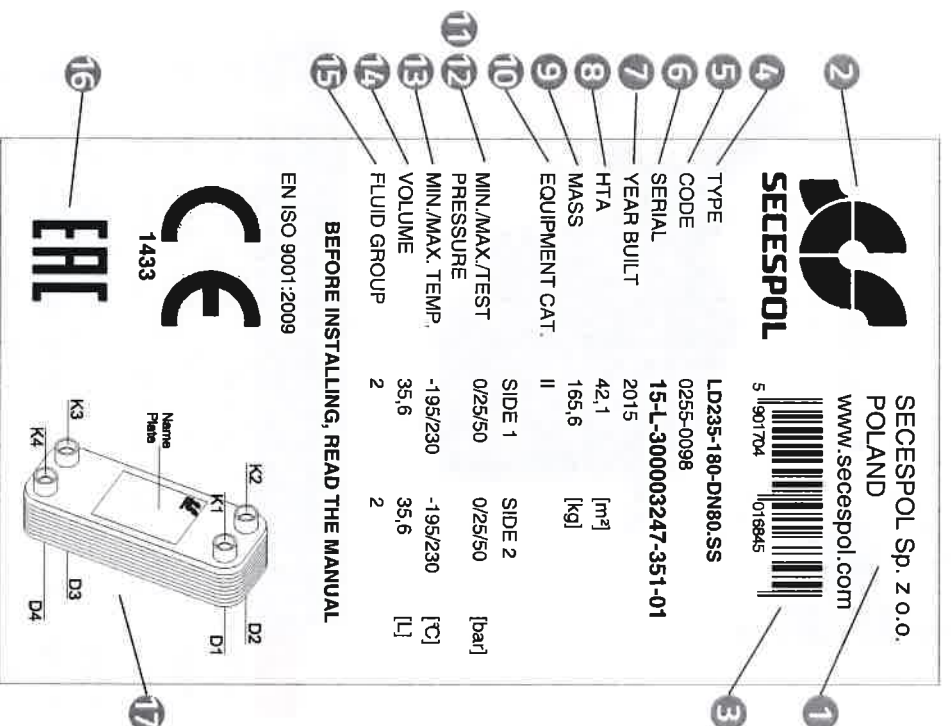

Fig. 3
1.4. Tabliczka znamionowa, Fig.3: